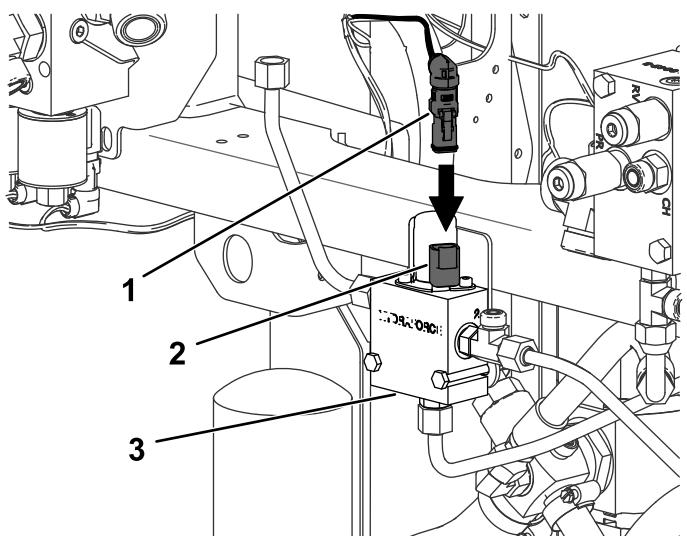

図31
12. 新しいワイヤハーネスの角度付きプラグを3ウェイマニホールドのコイルに接続する図31。